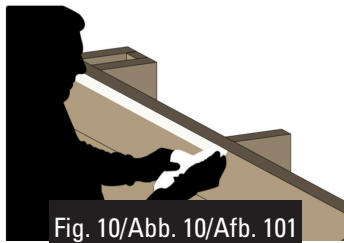

Fig. 10/Abb. 10/Afb. 101
- Kleben Sie das doppelseitige Klebeband, Paneel nach Paneel, auf, indem Sie es am oberen Teil der oberen Bretter ausrichten (Abb. 10). Wenn das Holz ein wenig feucht oder staubig ist, können Sie es mit Sandpapier glätten, um das Anhaften zu erleichtern.